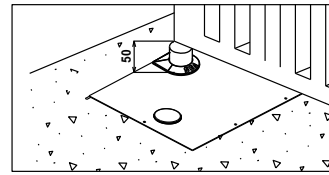

Fig. 5
- Posizionare la cassetta (A) e livellarla accuratamente.
- Allineare con precisione l'asse dell'albero cassetta (B) con l'asse della cerniera dell'anta (Fig.5).
- Positionner la boîte (A) et la niveller soigneusement.
- Aligner avec précision l'axe de l'arbre de la boîte (B) avec l'axe de la charnière du vantail (Fig.5).